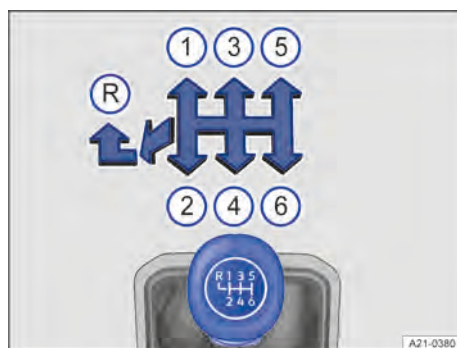

Fig. 102 Grille des vitesses de la boîte mécanique à 6 vitesses
Les positions des différentes vitesses sont représentées sur le levier de vitesses → fig. 102.
3. Tirez vers le haut l'anneau du levier de vitesses, poussez le levier de vitesses jusqu'en butée vers la gauche puis vers l'avant pour l'amener en position de marche arrière → fig. 102 (R).